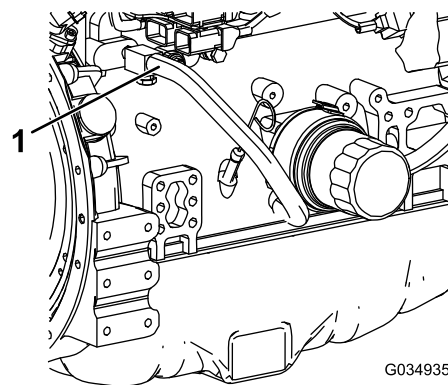

Figura 113
- 7. Retire la manguera de refrigerante del enfriador de aceite del motor (**Figura 113**).